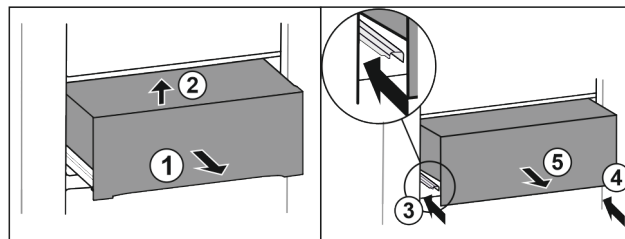

Fig. 32
- ▶ Extrageți pe jumătate sertarul Fig. 32 (1).
- ▶ Ridicați în față Fig. 32 (2).
- ▶ Inserați șina din stânga Fig. 32 (3).
- ▶ Inserați șina din dreapta Fig. 32 (4).
- ▶ Extrageți sertarul spre înainte Fig. 32 (5).